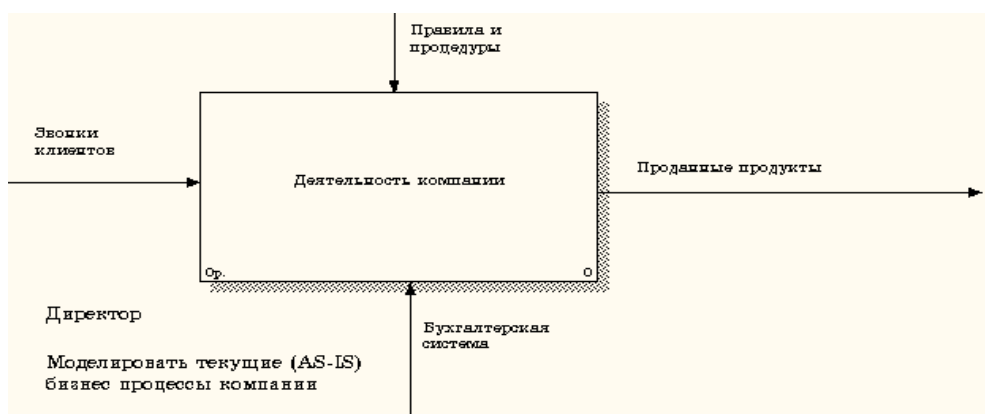

Рисунок 12 – Внесение текста в поле диаграммы с помощью редактора Text Block Editor
4.13 С помощью кнопки **T** внесите текст в поле диаграммы – точку зрения и цель (рисунок 12).